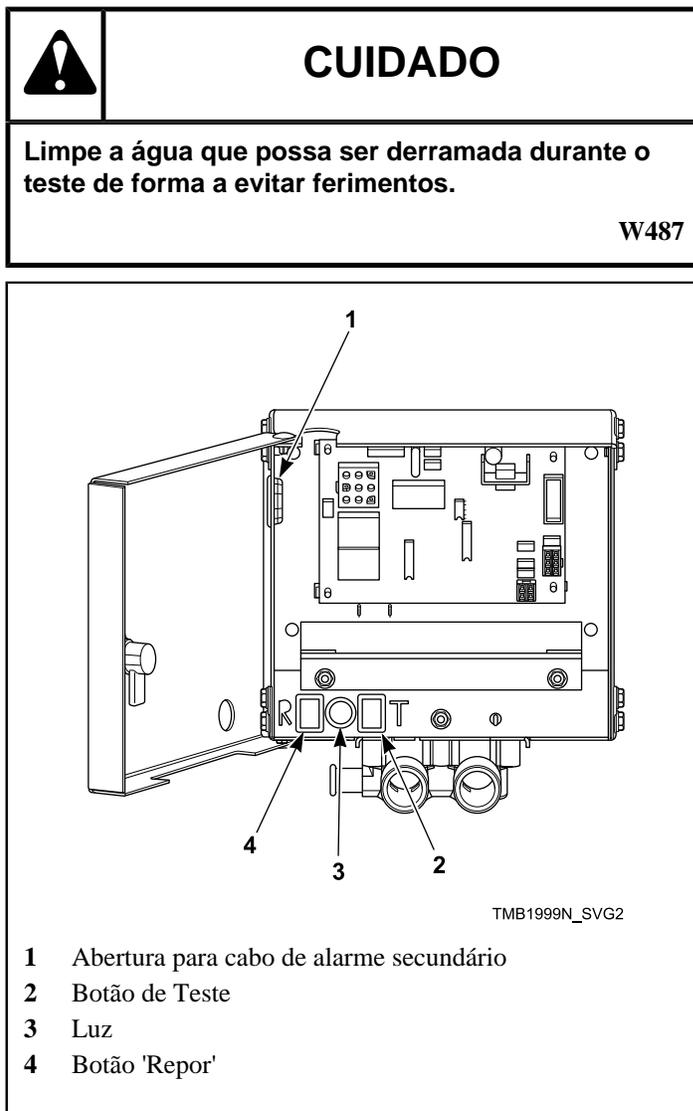
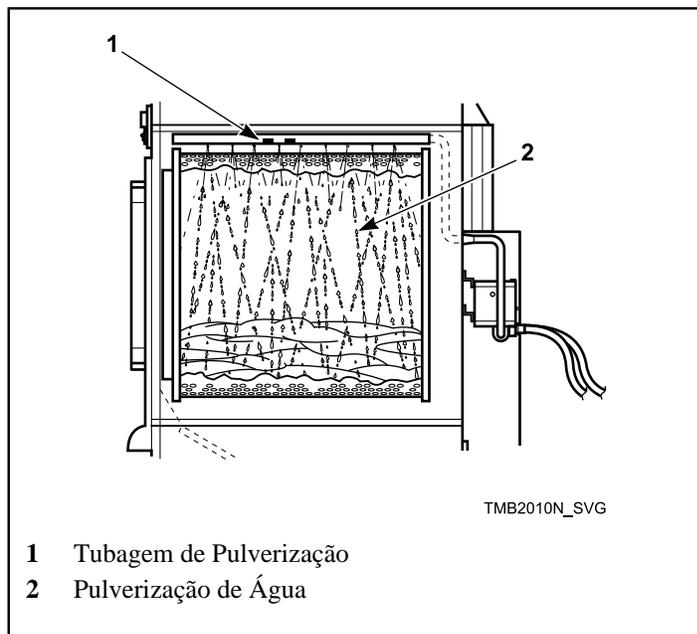

Figura 47
Figura 48
6. Prima o botão de teste, e mantenha-o premido, e verifique se a luz está acesa; esta acesa deverá demorar aproximadamente 5 cinco segundos. Consulte a *Figura 47*
7. Após 15 segundos de pulverização de água, prima o botão de reposição, mantendo-o premido, até a pulverização de água e a luz se desligarem. Esta acção deverá demorar aproximadamente um segundo. Consulte a *Figura 47* e a *Figura 48*.